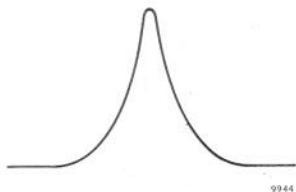

Fig. 15. M.F.-doorlaatkromme
4. Op het scherm van de oscillograaf verschijnt een doorlaatkromme met een vorm als in fig. 15 weergegeven.